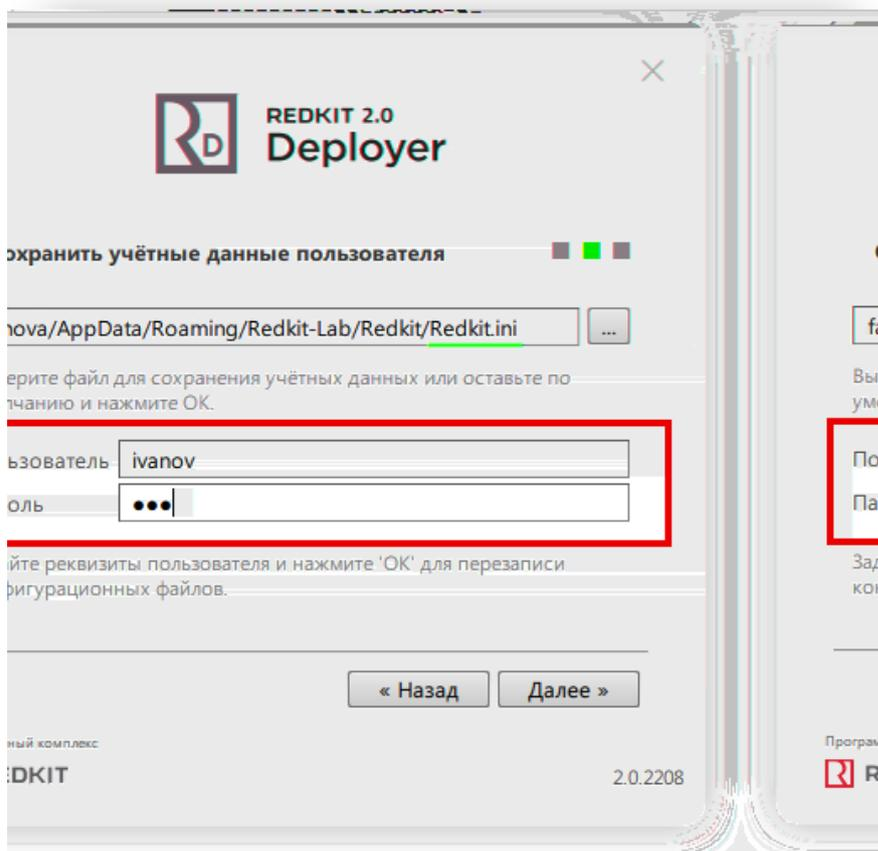

Рисунок 463 - Реквизиты пользователя в configdeployer
6. Запустите утилиту *configdeployer* (по умолчанию расположена в *C:\Program Files\Redkit-Lab\Redkit*): введите реквизиты сервера ключей и для выбранного конфигурационного файла *Redkit.ini* установите реквизиты пользователя с ролью «Наблюдателя» из п.3 (Рисунок 463). Автозапуск выполняется с правами пользователя, указанного в *Redkit.ini* для автозагрузки.